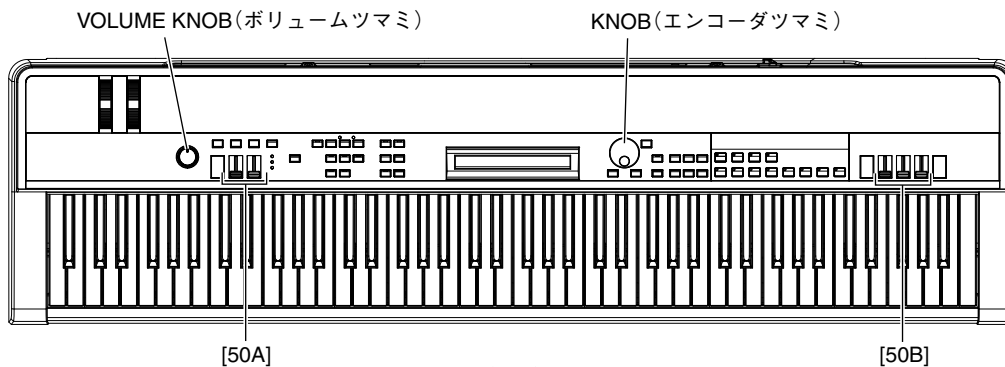

Fig. 9 (図 9)
- 10-1. Remove the volume knob. (Fig. 9)
- 10-2. **CP4 STAGE:** Remove the three (3) slider knobs marked [50A]. (Fig. 9)
**CP40 STAGE:** Remove the two (2) slider knobs marked [50A]. (Fig. 9)
- 10-1. ボリュームつまみを外します。(図 9)
- 10-2. **CP4 STAGE:** [50A] のスライダノブ 3 個を外します。(図 9)
**CP40 STAGE:** [50A] のスライダノブ 2 個を外します。(図 9)
- 11-1. Remove the knob. (Fig. 9)
- 11-1. エンコーダつまみを外します。(図 9)
- 12-1. CP4 STAGE: Remove the five (5) slider knobs marked [50B]. (Fig. 9)
CP40 STAGE: Remove the three (3) slider knobs marked [50B]. (Fig. 9)
- 12-1. CP4 STAGE: [50B] のスライダノブ 5 個を外します。(図 9)
CP40 STAGE: [50B] のスライダノブ 3 個を外します。(図 9)